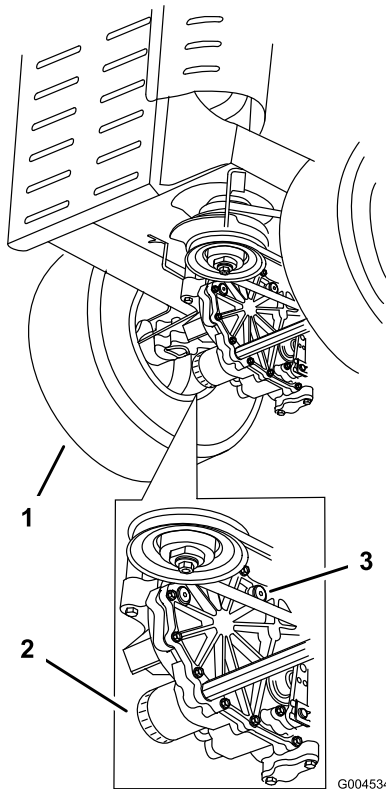

Figura 52
4. Limpie cuidadosamente la zona alrededor de los filtros. Es importante que no entre ningún tipo de suciedad o contaminación en el sistema hidráulico (Figura 52).
5. Desenrosque los filtros y deje que se vacíe el aceite del sistema de transmisión (Figura 52).